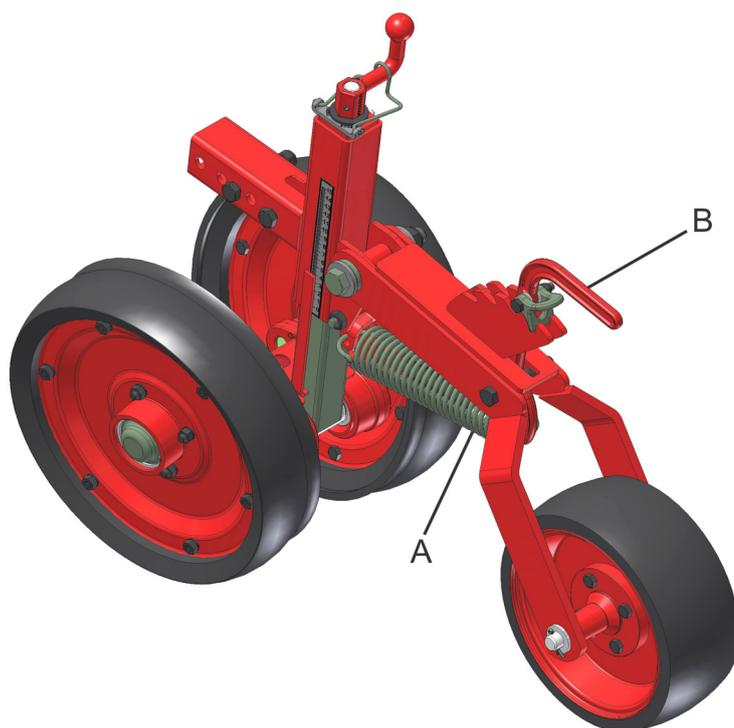

fig. 27
Para regular a pressão da roda compactadora, ajuste a pressão da mola (A) (fig. 27) deslocando a alavanca (B). Quanto maior a pressão da mola, maior será a pressão exercida sob a semente.
Certifique-se de que a alavanca (A) (fig. 27) está na mesma posição em todas as linhas de plantio.